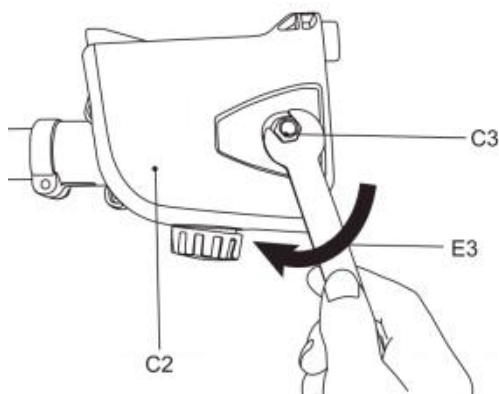

Fig. 12
8) Vuelva a colocar la cubierta (C2), coloque la parte trasera de la cubierta y luego la delantera, asegúrese de que el pasador esté ubicado en su posición. Apriete ligeramente la tuerca restante (C3) utilizando la llave de montaje (E3) (Fig. 12). No apriete las tuercas completamente ya que primero es necesario tensar la cadena de la sierra.